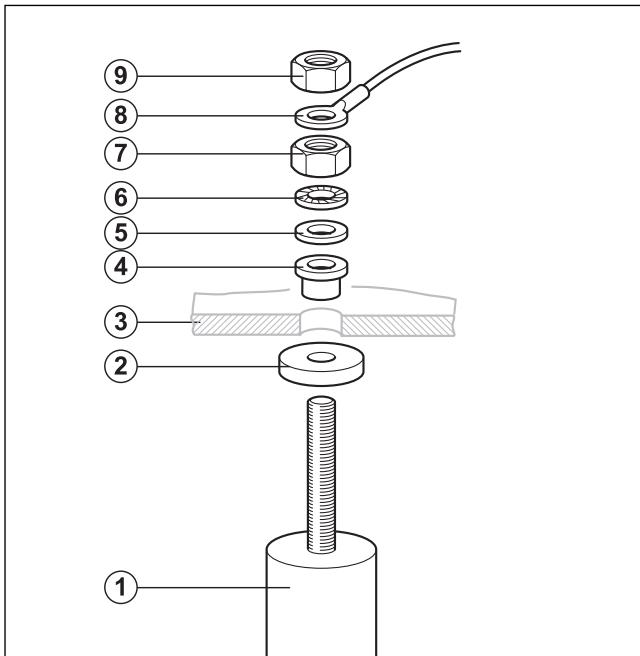

Fig. 21 Sustituir el ánodo de magnesio
- Montar nuevo ánodo de magnesio con las piezas pequeñas suministradas (→ fig. 21).